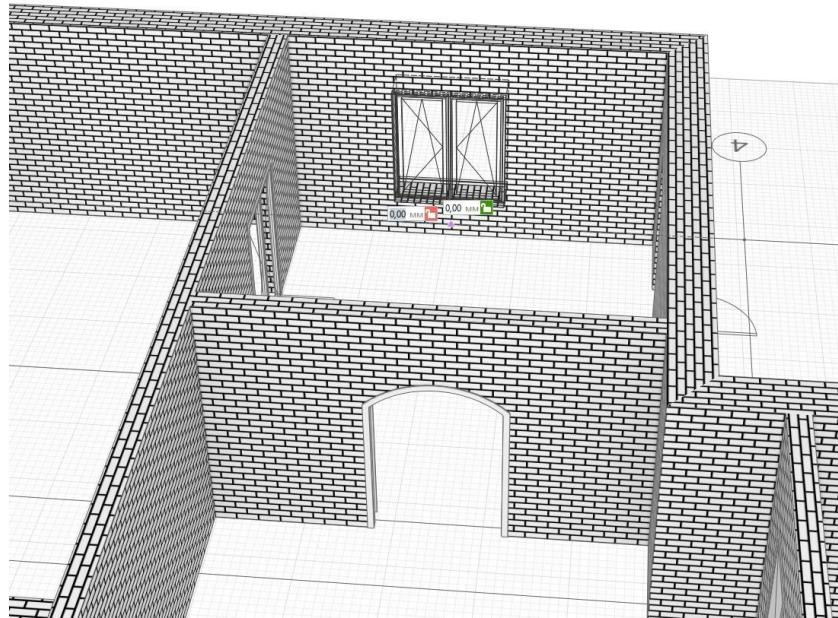

Рис. 10 Вставка окна
4. Далее вставляем следующее окно (рис. 10). В **Параметрах** указываем: высота – **1700** мм., ширина – **1500** мм., смещение по вертикали – **500** мм., стиль - **двусторчатое (коричневый ПВХ)**, марка – **ОК2**.